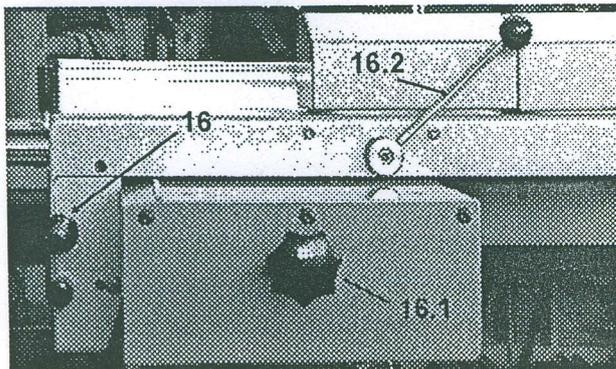
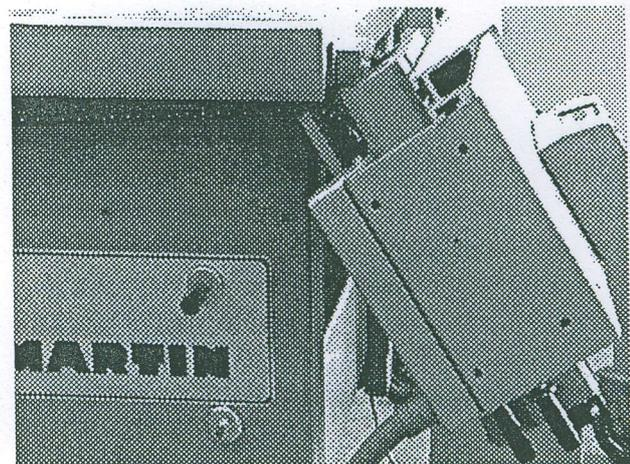

Bild 4.10
Bild 4.12
- Eine zusätzliche Verstellmöglichkeit am Kreissägeleal selbst gibt es, indem man den oberen der beiden Hebel 16 (Bild 4.10) herunterdrückt (nur bei Bowdenzugklemmung).
- Nach Herausschrauben der Sternschraube 16.1 (Bild 4.10) kann das Kreissägeleal abgeklappt werden (Bild 4.12). Hierzu muß das Lineal in seiner äußersten Stellung stehen.
- Der Linealwinkel läßt sich nach vorn herausziehen, was besonders beim Schneiden von Hölzern vorteilhaft ist, die zum Spreizen neigen. Der Linealwinkel kann nach Lösen des Klemmhebels 16.2 (Bild 4.10) verschoben werden.